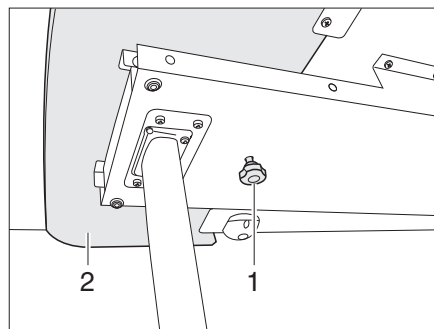
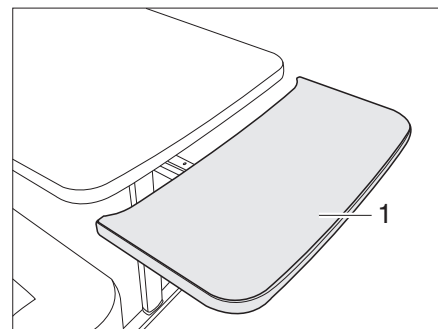

Fig. 93 Bloccaggio della prolunga del piano del tavolo
Fig. 94 Prolunga del piano del tavolo
- Svitare la vite a testa cilindrica zigrinata (Fig. 93,1).
- Estrarre la prolunga del piano del tavolo (Fig. 93,2) fino all'arresto (Fig. 94).
- Portare l'estensione del piano del tavolo (Fig. 94,1) verso l'alto formando un arco. L'estensione del piano del tavolo si trova al livello del piano del tavolo.
- Estrarre la prolunga del piano del tavolo (Fig. 94,1) fino all'arresto del piano del tavolo e premere verso il basso contro le molle di sostegno. La prolunga del piano del tavolo si abbassa formando un arco (Fig. 94).
- Stringere la vite a testa cilindrica zigrinata (Fig. 93,1).